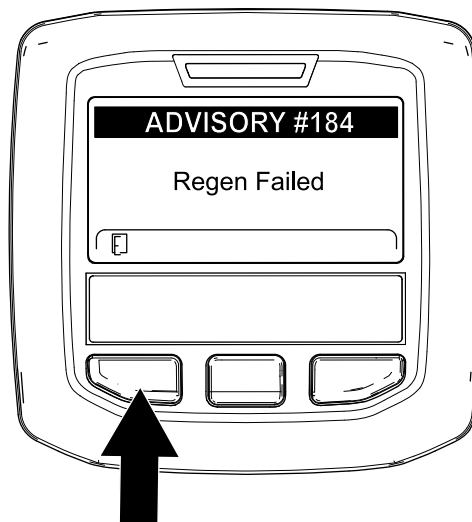

Figura 66
**Nota:** Se la rigenerazione non viene completata, l'InfoCenter visualizza il messaggio Advisory #184 (Figura 66). Premete il pulsante sinistro per uscire e tornare alla schermata Home.